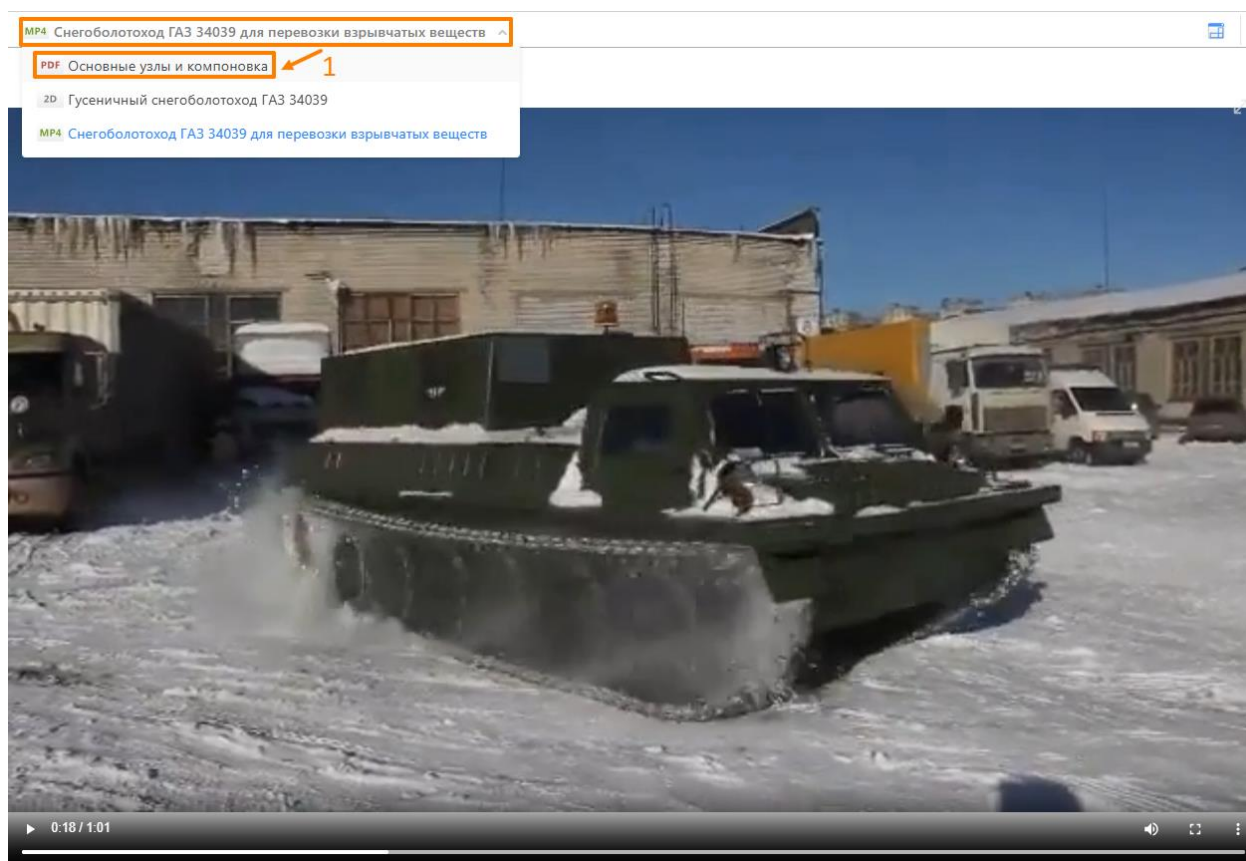

Рисунок 39
- В правой части окна (Рисунок 39) выбрать файл формата PDF из выпадающего списка. В окне появится индикатор прогресса загрузки документа в процентах. После завершения загрузки откроется окно для просмотра документа.